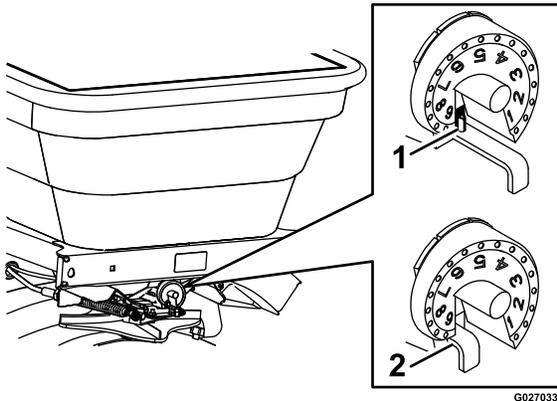

Figure 47
- A. Tirez la tige de dosage vers l'extérieur (Figure 47).
- B. Tournez la came de dosage jusqu'à ce que la fente s'aligne sur la tige (Figure 47).
- C. Poussez la tige vers l'intérieur (Figure 47).